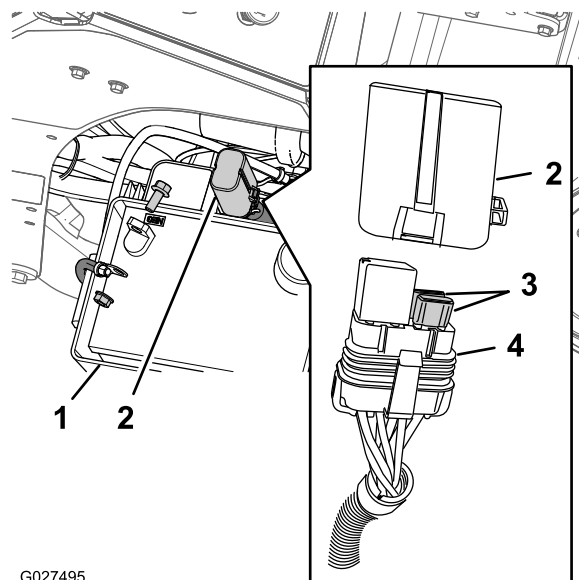

Figure 75
4. Insérez un fusible de même type et de même intensité dans l'emplacement dans le porte-fusibles/relais (Figure 75).
5. Poussez le couvercle sur le porte-fusibles/relais jusqu'à ce qu'il s'enclenche en place (Figure 75).
2. Appuyez sur les languettes du porte-fusibles/relais pour en détacher le couvercle (Figure 75).
3. Sortez le fusible de son emplacement dans le porte-fusibles/relais (Figure 75).